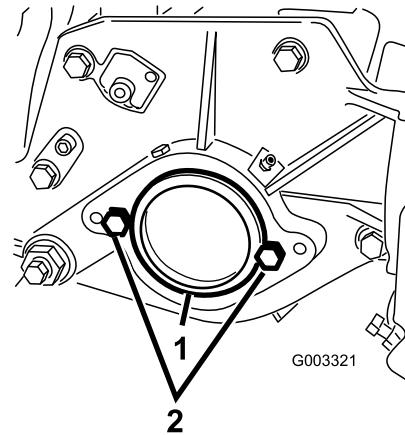

Figure 11
2. A l'extrémité droite de l'unité de coupe, retirez l'obturateur en plastique du logement de roulements (Figure 11).
3. Enlevez les 2 vis de la plaque latérale droite (Figure 11).
2. Vis (2)
5. Vissez légèrement les 2 vis de fixation du moteur de cylindre sur la plaque latérale gauche de l'unité de coupe (Figure 11).